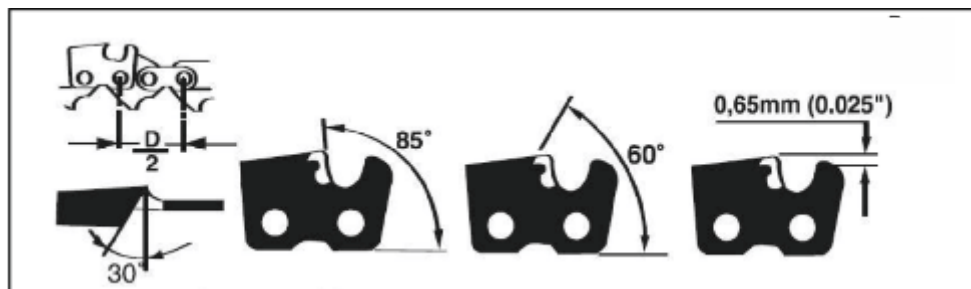

Рис. 12
- Протачивайте все зубья до одной и той же длины. Когда длина режущего зуба уменьшится до 4 мм, цепь считается изношенной и ее надо заменить. Обязательно контролируйте угол заточки (Рис.12);